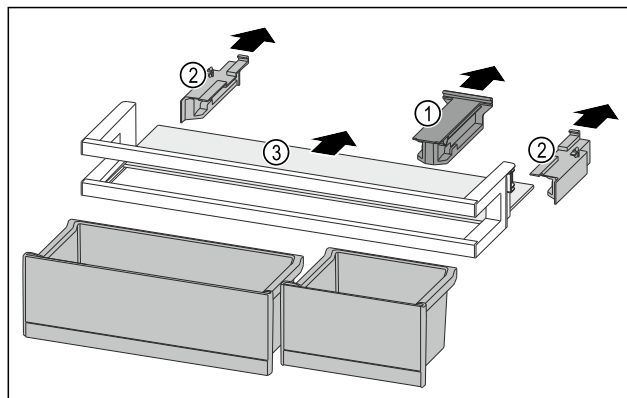

Fig. 137
- Skinite pridržni dio Fig. 137 (1).
- Skinite bočne dijelove Fig. 137 (2).
- Izvadite policu Fig. 137 (3).